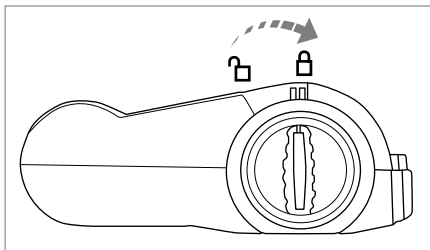

Fig. 9
- 5) Inserte el rodillo de cepillos 18 en la boquilla para suelos 16 y gire el desencastre del rodillo de cepillos 17 hacia el símbolo  (cerrado) (fig. 9).